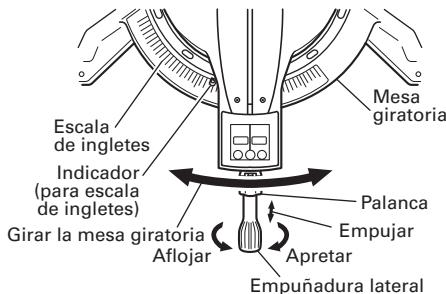

Fig. 27
- (1) Afloje la empuñadura lateral y empuje la palanca para los topes de ángulo. Luego, ajuste la mesa giratoria hasta que el indicador se alinee con el ajuste deseado de la escala de ángulos de inglete (Fig. 27).
- (2) Vuelva a apretar la empuñadura lateral para asegurar la mesa giratoria en la posición deseada.